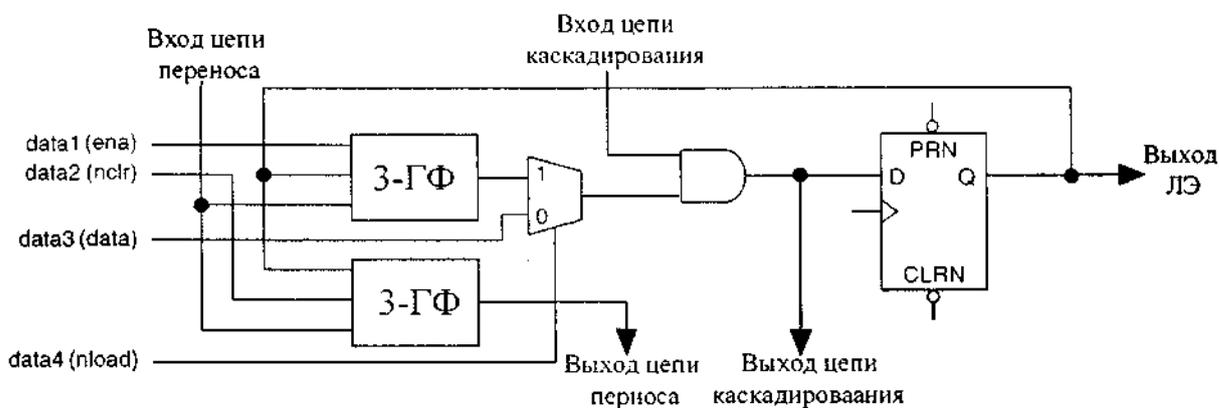

Рисунок 8 - Режим суммирующего/вычитающего счетчика
5.2.1.3 Режим суммирующего/вычитающего счетчика В данном режиме (рисунок 8) используются два трехвходовых ГФ. Один из них формирует данные счетчика с помощью сигналов управления *data1*, обратной связи триггера, входа цепи переноса. Другой формирует сигнал переноса с помощью сигналов управления обратной связи триггера, *data2*, входа цепи переноса. Сигнал *data4* предназначен для реализации возможности синхронной загрузки данных. Загрузка данных может быть асинхронной без использования ресурсов ГФ с помощью сигналов сброса и установки триггера. Функцию сброса в данном режиме выполняет входной сигнал цепи каскадирования.